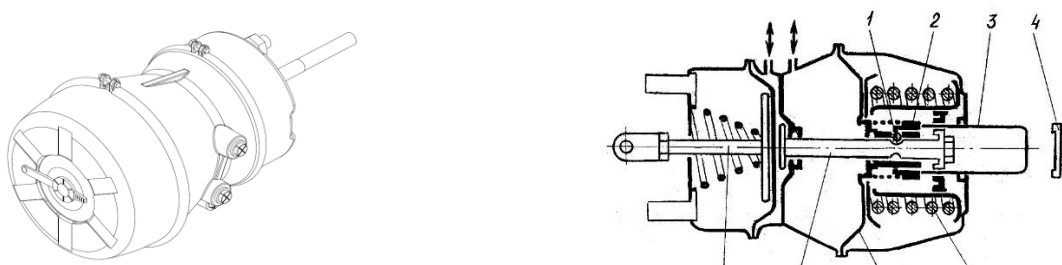

Рис. 1.14 – Тормозная камера с энергоаккумулятором
Перемещение диафрагмы при торможении определяется величиной зазора между колодками и тормозным барабаном (диском) и будет тем больше, чем больше этот зазор. Для крепления тормозных камер к кронштейнам к их корпусам приварены болты (6). Тормозная камера с пружинным энергоаккумулятором (18) (рис. 1.14) предназначена для приведения в действие тормозных механизмов второй и третьей осей (для типа 914296) или второй, третьей и четвертой осей (для типов 914295) при включении рабочего и стояночного тормозов. Состоит из двух основных частей - силовой части (тормозной камеры) и пружинного энергоаккумулятора. Силовая часть работает независимо от пружинного энергоаккумулятора